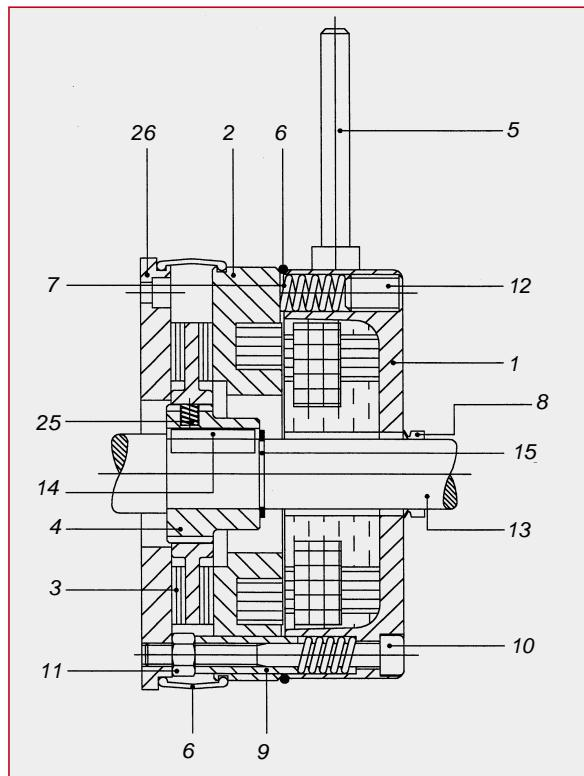

Fig. 4
Il momento frenante può essere regolato agendo sulle viti di regolazione (12) (facendo riferimento alla fig. 4) situate posteriormente sul freno.